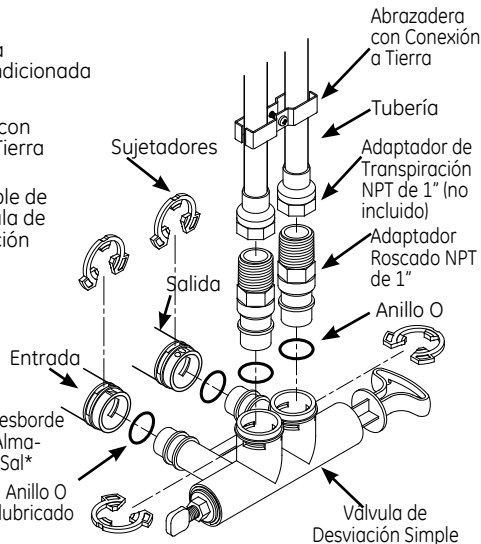

Figura 7
1. Retire dos abrazaderas de las puertas de entrada y salida de la válvula del suavizante de agua y visualmente controle y retire cualquier escombros; consulte la Figura 7.
3. Si aún no se realizó, coloque una cobertura luminosa de grasa de silicona en los anillos o de desviación simple; consulte la Figura 7.